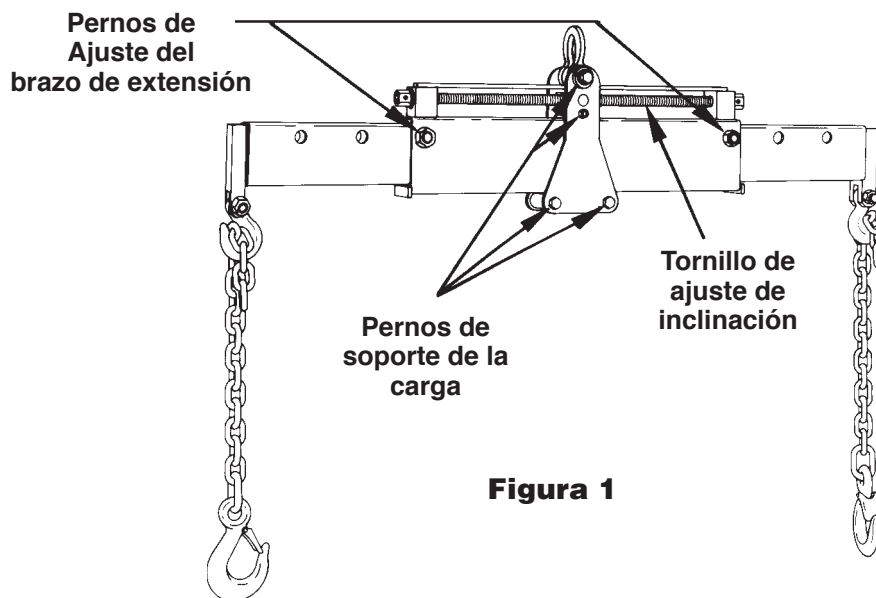

Figura 1
3. Verifique que los pernos que sostienen los brazos de extensión estén firmemente sujetos. Vea la Figura 1.
1. Limpie y lubrique con regularidad el tornillo de ajuste de inclinación. Vea la Figura 1.
2. Mantenga los cuatro pernos que soportan la carga firmemente sujetos. Vea la Figura 1.